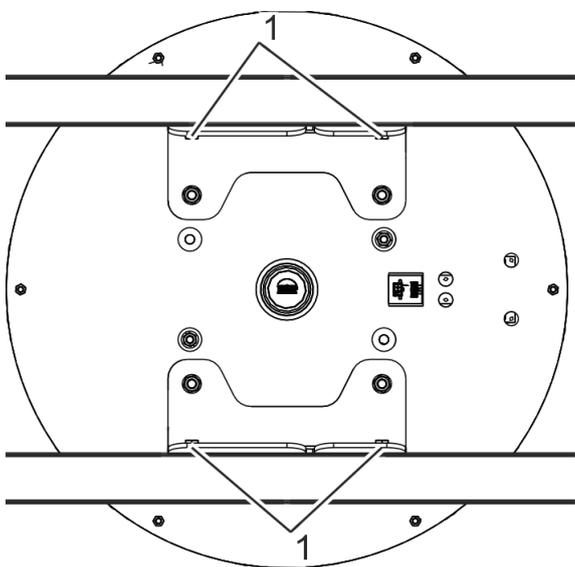
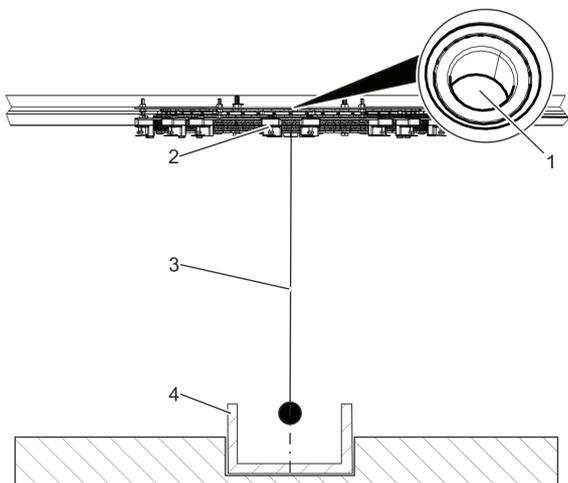

Рис. 58 Угловой кронштейн привода
Рис. 59 Выравнивание привода
Немного освободить угловой кронштейн (рис. 58/1) привода (рис. 58).
Вставить корпус подшипника (рис. 59/4) в отверстие и выровнять его относительно центра оси ограждения цилиндрической формы.
- Отметить на земле положения установочных отверстий для корпуса подшипника (рис. 59/4).
- Выровнять корпус подшипника (рис. 59/4) на шпильках.
Установить корпус подшипника (рис. 59/4) с помощью крепежных винтов. При этом необходимо контролировать моменты затяжки винтов.
- Вставить поставляемый отвес сверху в центр привода (рис. 58/1).
- Пропустить отвес со шнуром (рис. 59/3) сверху через центр привода.
- Опустить отвес со шнуром (рис. 59/3) через корпус подшипника (рис. 58/4), как показано на рис. 59.
- Дать отвесу со шнуром (рис. 59/2) остановиться над корпусом подшипника (рис. 59/3).
- Выровнять привод (рис. 59/2) относительно корпуса подшипника (рис. 59/3), используя отвес со шнуром (рис. 59/4).
- Убрать отвес со шнуром (рис. 59/3) и приспособление с отвесом из центра привода (рис. 59/1). Убрать отвес со шнуром (рис. 59/3) и приспособление с отвесом из центра привода (рис. 59/1) и корпуса подшипника (рис. 59/4).
- Установить вилы автопогрузчика под привод (рис. 59/1).